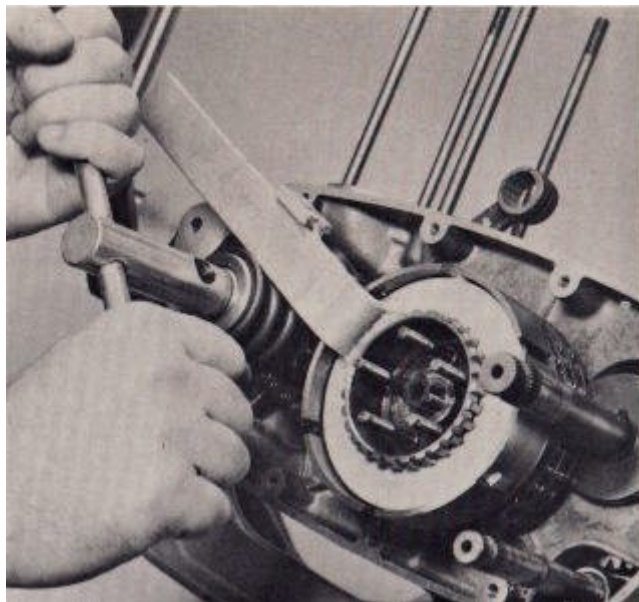

FIG. 9
12. Con la herramienta de sujeción del embrague todavía en su posición, y el uso de la OSSA junta elástica de la unidad N ° 999-210 llave de tuerca, afloje la tuerca allen junta elástica de la unidad (Fig. 9). Retire la tuerca hexagonal, arandela de seguridad, deje exterior del resorte y la leva de acoplamiento exterior.